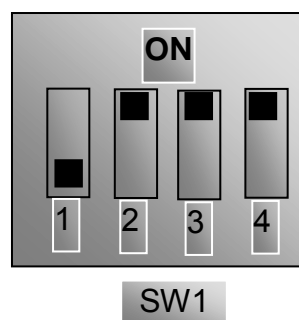

Figure 8-5
- vi. Il se agit d'un rouge à quatre chiffres interrupteur SW1 à proximité de codage du bloc de borne de commande du convertisseur au-dessus de 30 kW, comme le montre la figure 8-5. La fonction de l'interrupteur de codage est de sélectionner la plage d'entrée (0 ~ 5V / 10V ~ 0/0 ~ 20mA) d'analogique AI1 borne d'entrée et EA2. En application réelle, sélectionnez le canal d'entrée analogique via F203. AI1 valeur canal par défaut est 0 ~ 10V, EA2 valeur par défaut de canal est 0 ~ 20mA. Un autre commutateurs Etats et le mode de contrôle de vitesse sont que la table 8-3.